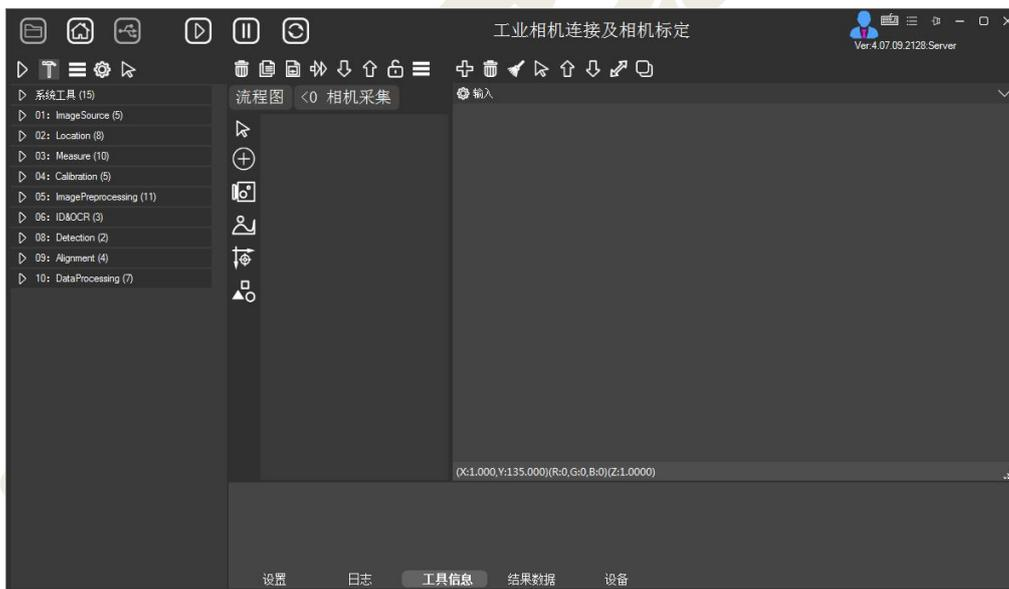

图 1-12 工具组模块配置界面
⑦ 双击相机采集工具组模块, 进入工具组模块配置界面, 如图 1-12 所示: